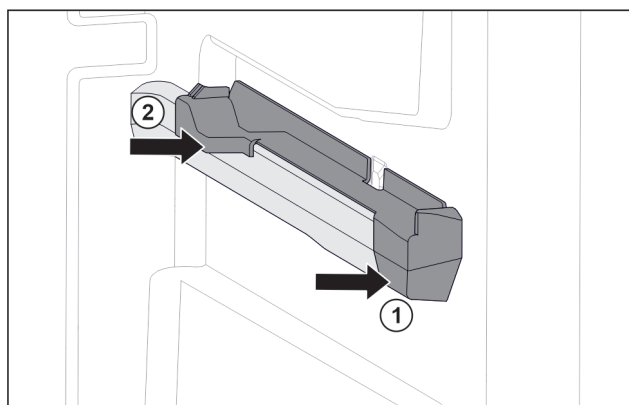

Fig. 52 Elemento inseribile sulla nervatura destra del contenitore
- ▶ Posizionare l'elemento inseribile sulla parte anteriore della nervatura del contenitore. Fig. 52 (1)
- ▶ Premere l'elemento inseribile sulla parte posteriore. Fig. 52 (2)